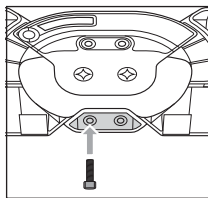

Abb. 3
- ◆ Drehen Sie eine Schraube **9** mit dem Innensechskantschlüssel **11** in die Sicherungsmutter **10** fest (siehe Abb. 3).